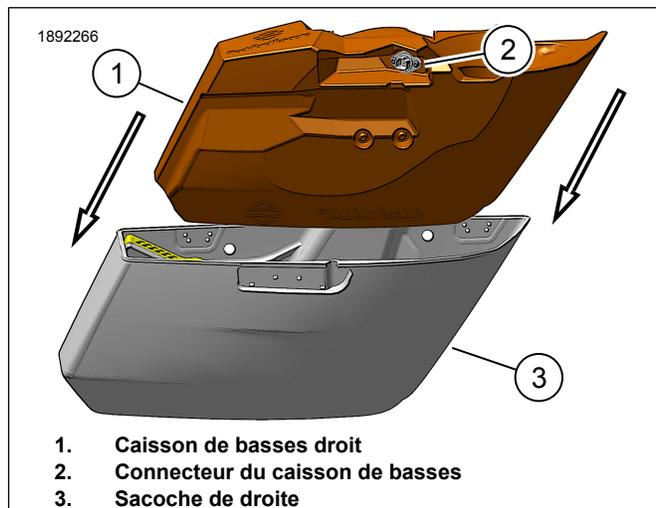

Figure 7. Installez le caisson de basses
1. Figure 7 Installez le caisson de basses (1) dans la sacoche (3).
- a. Installez le connecteur du caisson de basses du faisceau de câbles dans le connecteur du caisson de basses (2).